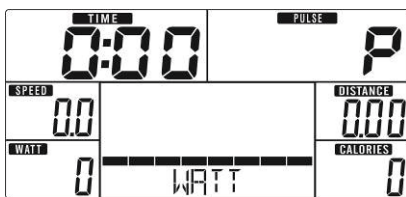

Abb. 17
1. Wählen Sie mit den UP/DOWN-Tasten im Hauptmenü das wattgesteuerte Programm (WATT) aus und bestätigen Sie die Auswahl mit der MODE-Taste (Abb. 17).